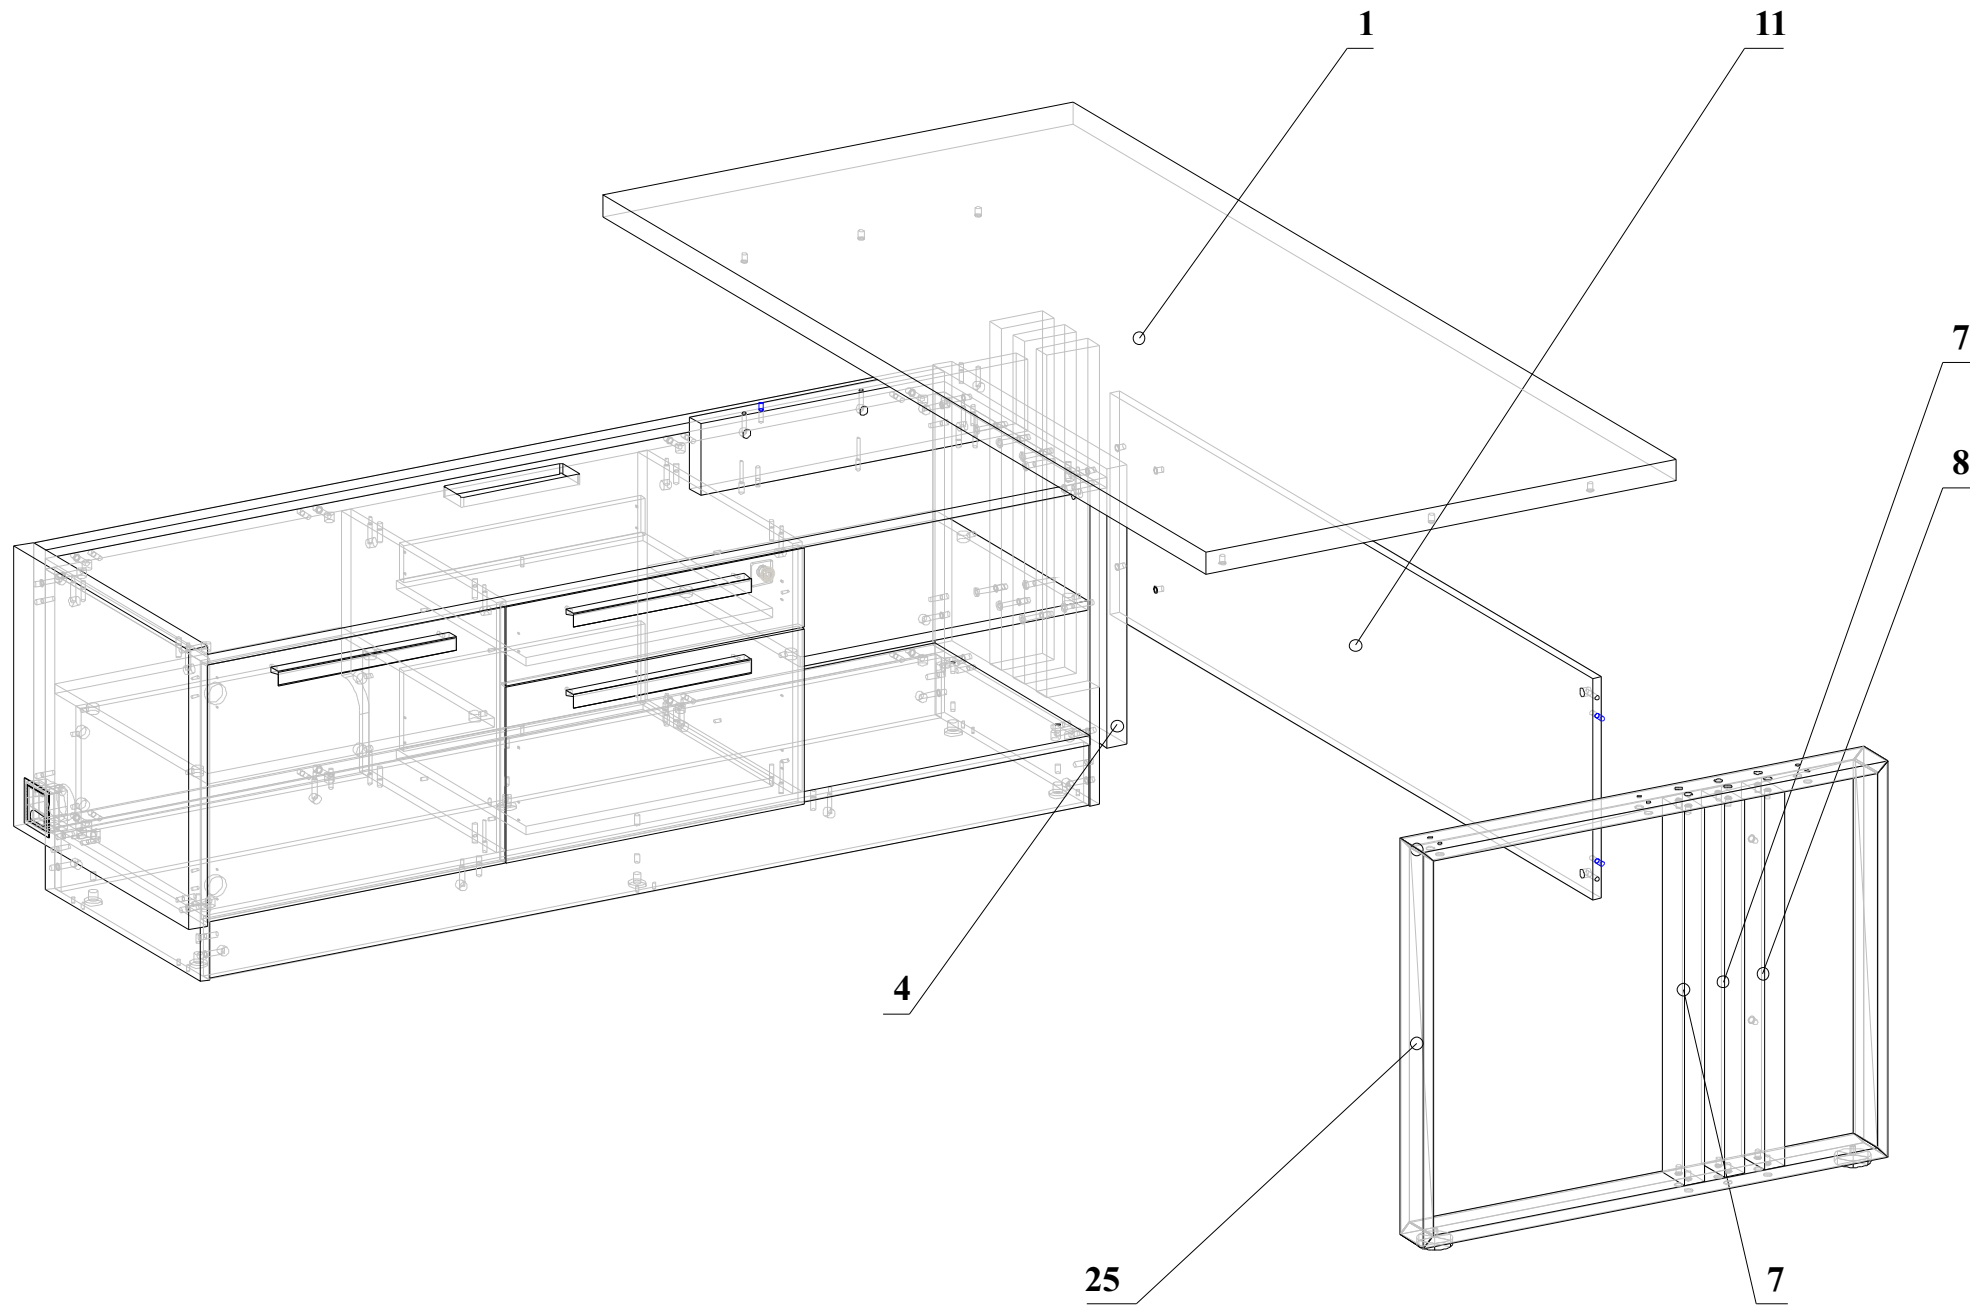

Рис.3
23. В деталь 25 вкрутить опоры 54 (рис. 3);
24. Соединить детали 7,8 с деталью 25 винтами 53 (рис. 3);
25. Соединить деталь 11 с деталью 4 винтами 51 (рис. 3);
26. Соединить деталь 11 с деталью 8, затянуть эксцентрики до упора (рис. 3);
27. Соединить деталь 1 с деталью 25 винтами 53 и с деталью 5, затянуть эксцентрики до упора (рис. 3);